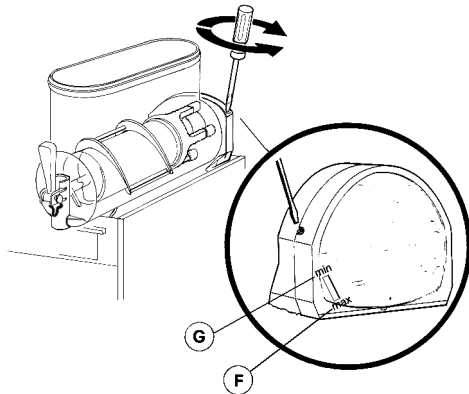

figure 3
**1 Réglage de la densité:** la densité optimale de la granita a été réglée en usine. Si l'on désire modifier cette densité, tourner avec un tournevis la vis de régulation densité située dans chacune des parois postérieures du distributeur (voir figure 3):